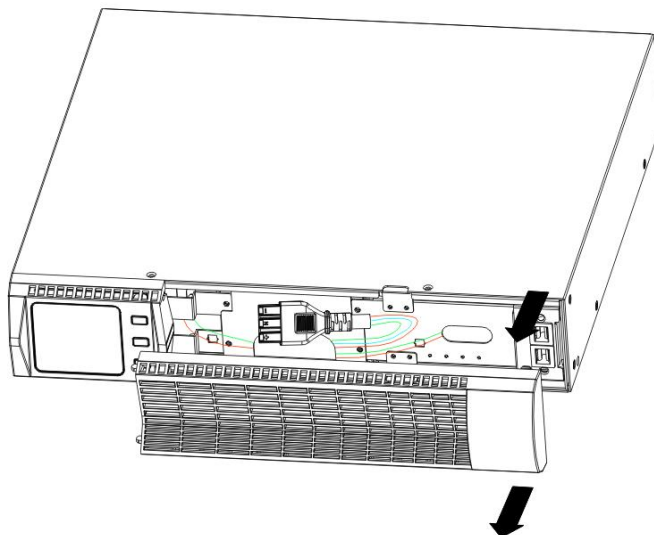

Figura 10 Rimozione del pannello frontale dell'EBP
- Rimuovere il pannello frontale di ogni singolo cabinet (Figura 10).